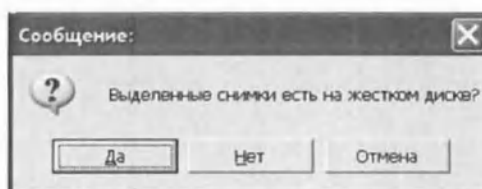

Рис. 35 Внешний вид диалогового окна "Сообщение"
– Откроется диалоговое окно «Сообщение» (Рис. 35 Внешний вид диалогового окна «Сообщение»);